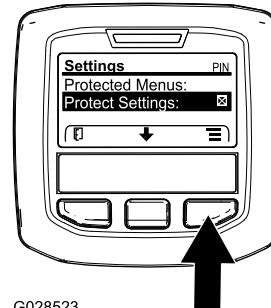

Bild 10
- Navigieren Sie vom Hauptmenü mit der mittleren Taste auf das Menü EINSTELLUNGEN und drücken Sie die rechte Taste (**Bild 10**).